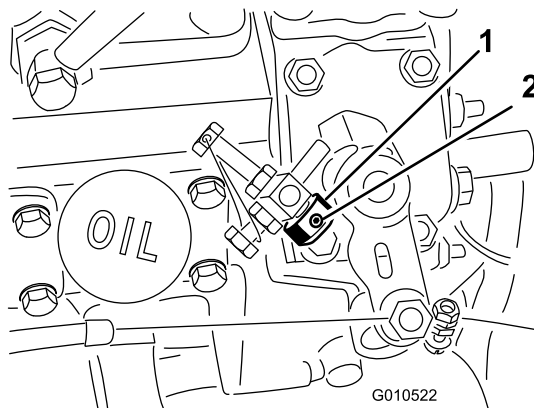

Figura 7
1. Afloje el tornillo de fijación del tope del acelerador (Figura 7).
2. Deslice el tope del acelerador sobre el tornillo de tope de ralentí alto (Figura 7). Asegúrese de que el extremo achaflanado del tope del acelerador está hacia fuera.